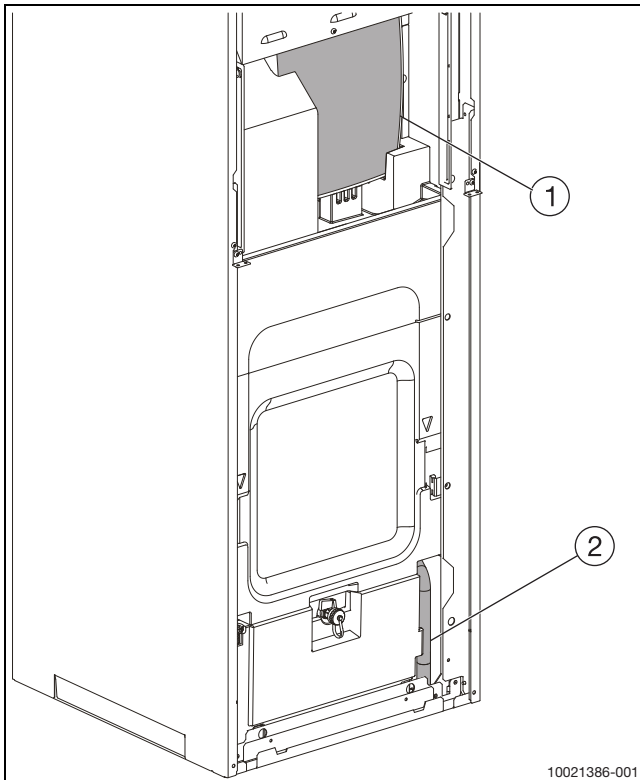

Bild 12 Vorderansicht Ablassschlauch
- Ablaufschlauch und Sicherheitsventil an einen Ablauf anschließen (siehe Abb. 12 und 13).
► Ablassschlauch ([2], Abb. 12) an einen frostgeschützten Ablauf oder direkt an einen Wandablauf anschließen.